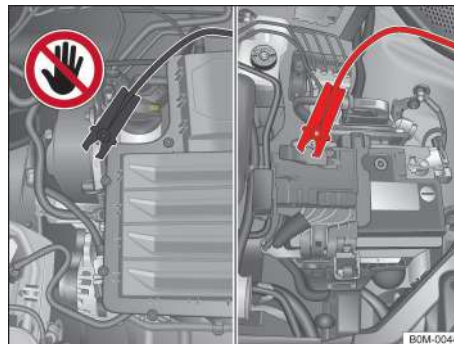

Рисунок 119. Моторный отсек: интерфейс для зарядного устройства или пускового кабеля.
- Откройте крышку на положительном электроде →Рисунок 119.